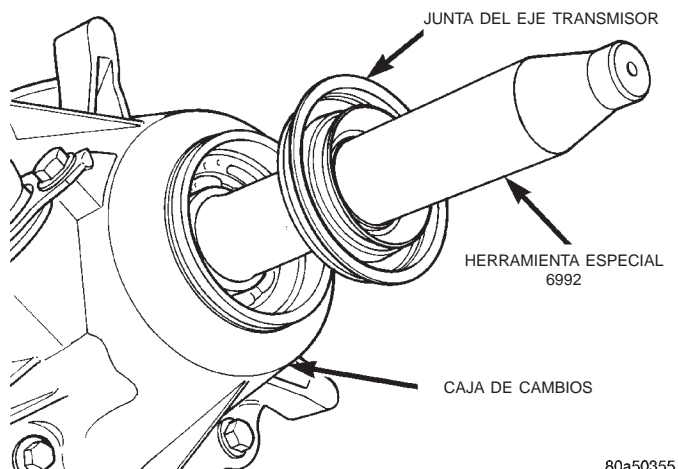

Fig. 77 Junta del eje transmisor y protector
(1) Aplique un reborde de sellante Mopar® P/N 82300234, o Loctite™ Ultra Gray, en la superficie de contacto del retenedor trasero. El reborde de sellante debe tener un ancho máximo de 4,76 mm (3/16 pulgadas).
(2) Instale el retenedor trasero en la caja trasera. Apriete los pernos del retenedor con una torsión de 20-27 N·m (15-20 lbs. pie).
(3) Instale el anillo de retención y separador del diámetro interior del cojinete trasero en el eje transmisor.
(4) Aplique una cantidad abundante de vaselina en la nueva junta trasera y el eje transmisor. La vaselina es necesaria para proteger los bordes de la junta durante la instalación.
(5) Deslice la junta en el protector de junta 6992 (Fig. 77). Deslice el protector de junta y la junta en el eje transmisor.